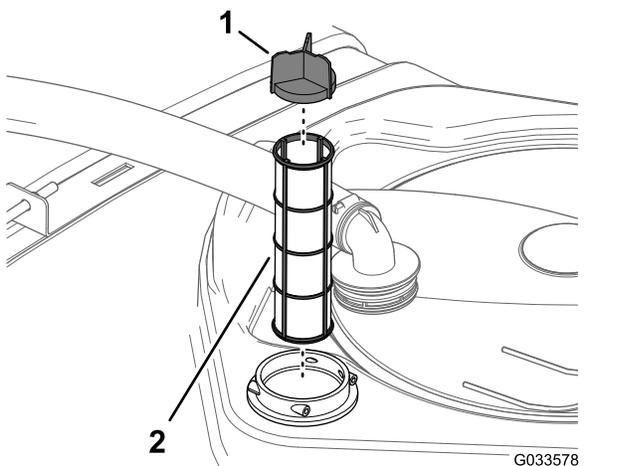

Рисунок 103
4. Извлеките старый фильтр линии всасывания из его корпуса в баке (Рисунок 103).